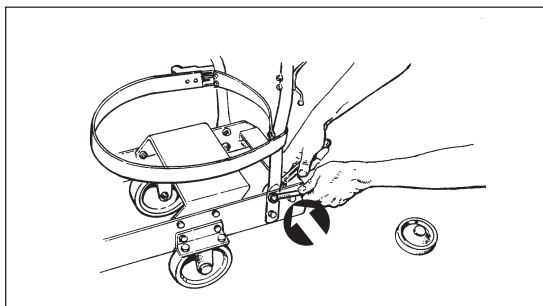

Figure 7
5. Fixez le manche sur le châssis du chariot en serrant les quatre boulons et les écrous (5/16-18) en nylon fournis et branchez le cordon d'alimentation du moteur. (Voir Figure 7). Serrez les écrous qui retiennent les roues d'inclinaison et attachez les courroies de support de l'aspirateur comme illustré sur la Figure 7.